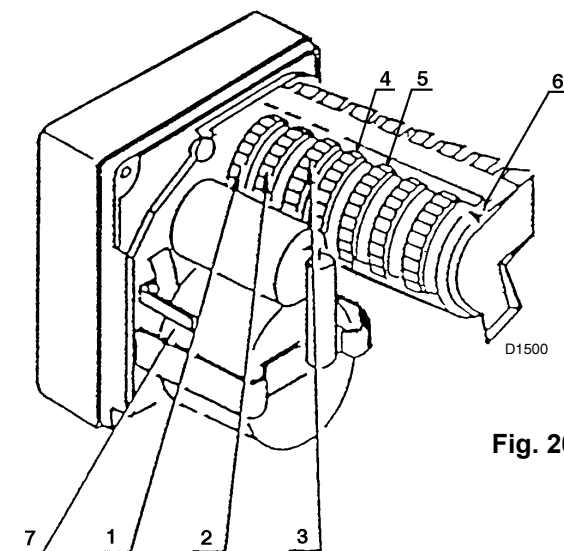

Fig. 20
- 2 Verificare che l'eccentricità della camma olio sia tale da far effettuare una corsa di circa 8 mm all'alberino del modulatore olio. Normalmente, con una corsa di 8 mm dell'alberino, si ottiene la variazione della pressione necessaria alla modulazione della potenza da minimo a massimo. Per effettuare questa verifica ruotare manualmente la camma dopo aver sbloccato il servomotore per mezzo della leva (7) (Fig. 20, pag. 14) in modo che la corsa dell'alberino non sia esagerata o insufficiente. Al termine della verifica ricordarsi di bloccare il servomotore.